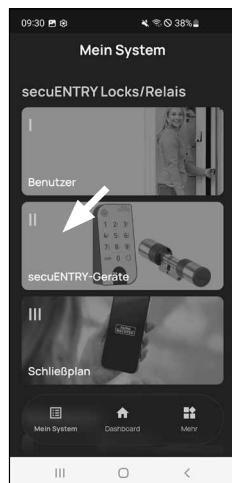

Fig. 1
① Selezionare la seconda voce del menu "II - secuENTRY-Geräte" (II - Dispositivi secuENTRY) (Fig. 1).